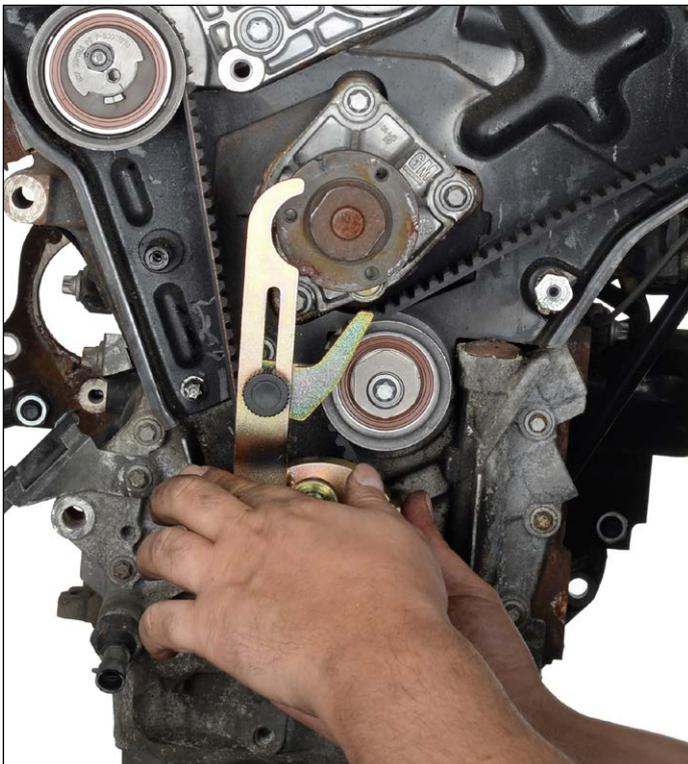

Fig. 2
2. Fixer l'outil de blocage de vilebrequin (KM-800-10) sur la poulie de vilebrequin (Figure 2) puis tourner lentement le vilebrequin dans le sens de rotation du moteur jusqu'à ce que le levier de l'outil de blocage touche la pompe à eau (Figure 3). Les encoches des poulies d'arbre à cames doivent alors être alignées avec les rainures du carter arrière de courroie de distribution et l'encoche du vilebrequin doit être alignée en position 6 heures avec la rainure du carter inférieur (Figure 4).